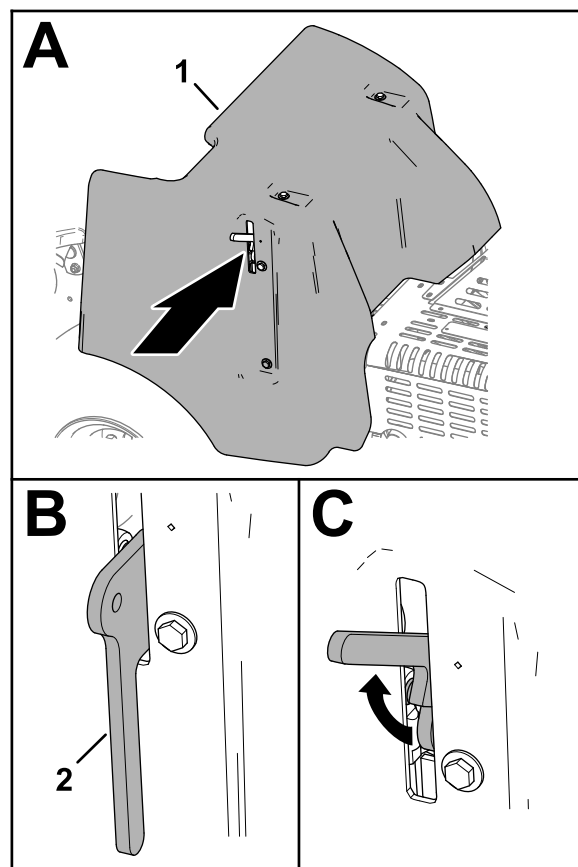

**Figura 131**
2. Sollevate la maniglia del fermo (Figura 131).